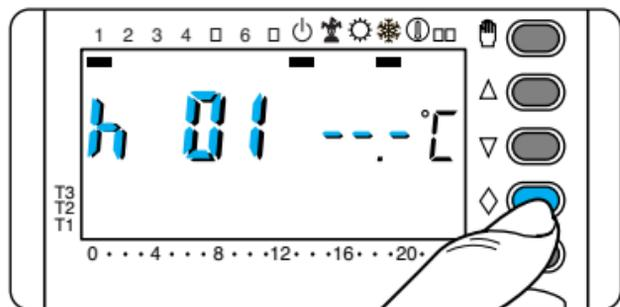

Fig. 66
13.5 - Premere una sola volta il pulsante  (fig. 66).